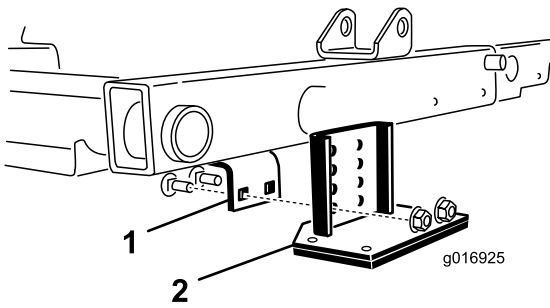

Bild 38
2. Finden Sie die Rahmenhalterung über dem mittleren Mähwerk (Bild 38).
3. Drücken Sie die Frontrolle des mittleren Mähwerks nach unten und ermitteln Sie, welche Löcher in der Kipphalterung mit den Löchern in der Rahmenhalterung ausgefluchtet sein müssen, um denselben Rollenkontakt zu erhalten, wenn die Kipphalterung montiert ist (Bild 38).
4. Senken Sie die Mähwerke ab und befestigen Sie die Kipphalterung mit den im Lieferumfang des Kits enthaltenen zwei Schlossschrauben und den zwei Muttern am Rahmen (**Bild 38**).